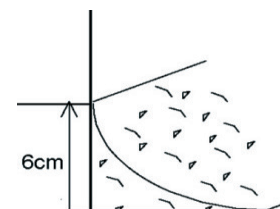

Fig. 4
6. Grusvold på indersiden af poolen (fig.4)